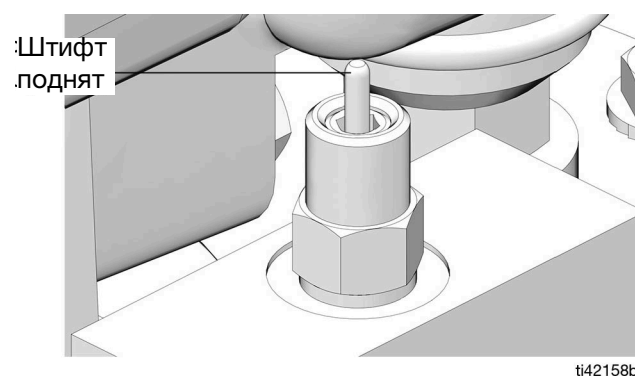

Рис. 3
6. Включите насос станции дистанционного заполнения (H).
7. Когда резервуар (E) заполнен:
- происходит остановка насоса станции дистанционного заполнения (H) (перекрытие слива насоса)
- штифт защиты от переполнения (V2) выдвигается вверх (Рис. 3)